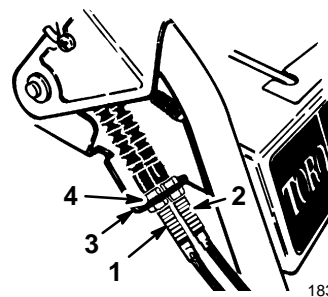

Figure 25
- Desserrez le contre-écrou supérieur de fixation du câble de tarière/roue hélice au support de montage (Fig. 25).
8. Desserrez les contre-écrous qui fixent au support le câble correspondant à la courroie à remplacer (Fig. 25).